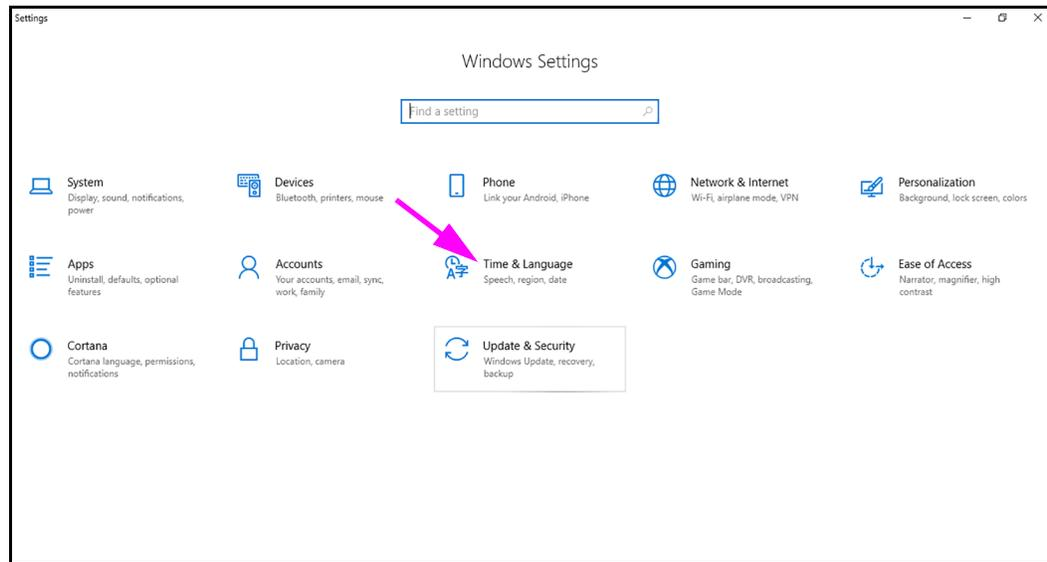

Figura C-6. Finestra delle impostazioni di Windows 10
- Fare clic sull'icona **Avvio di Windows** e selezionare **Settings (Impostazioni)** dal menu. Si aprirà la finestra Windows Settings (Impostazioni di Windows). Vedere la Figura C-6.
- Nella finestra Windows Settings (Impostazioni di Windows), fare clic su **Time and Language (Data/ora e lingua)** (vedere la Figura C-6).